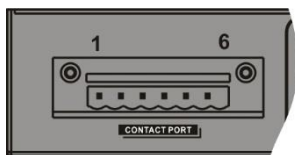

Рис. 1: Порт контактов, общий вид.
Порт контактов состоит из шести (6) штекеров, пронумерованных слева направо (см. рис. 1), которые могут быть подключены к внешней системе мониторинга (такой, как система диспетчеризации здания) для контроля рабочего состояния АВР.